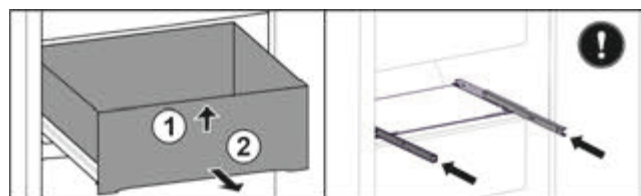

Fig. 48
- ▶ Підняти висувний ящик спереду. Fig. 48 (1)
- ▶ Вийняти висувний ящик рухом вперед. Fig. 48 (2)